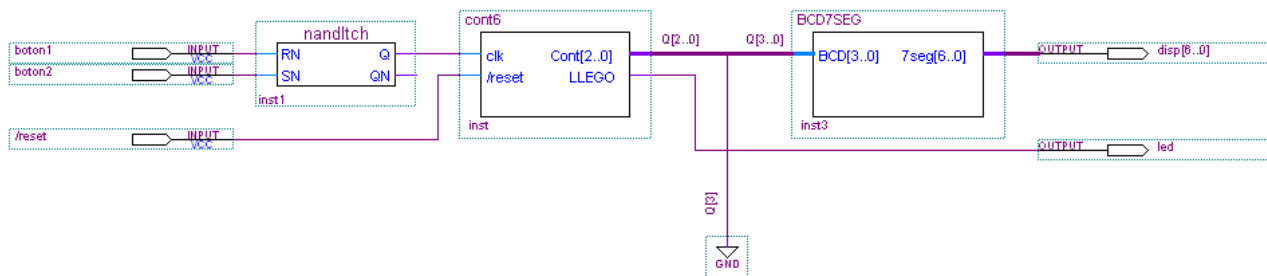

Figura 2 Circuito de prueba para la parte (b)
- Analizar como manejar las entradas del flip-flop S\R para lograr una señal de reloj sin rebotes (ver figura 2).
- Generar un proyecto en el **Quartus II** con el circuito de la figura 2 donde las entradas **boton1** y **boton2** se conectarán a los pulsadores 1 y 2 de la placa DE0, **/reset** al switch 9. La salida Led se conectará al Led 0 y las restantes salidas a uno de los displays 7 segmentos. Analizar el circuito, simular, programar la placa y verificar el funcionamiento de **cont6**.
- Breve explicación de cómo será probado el circuito de la figura 2 y que deberá observarse en la placa DE0.